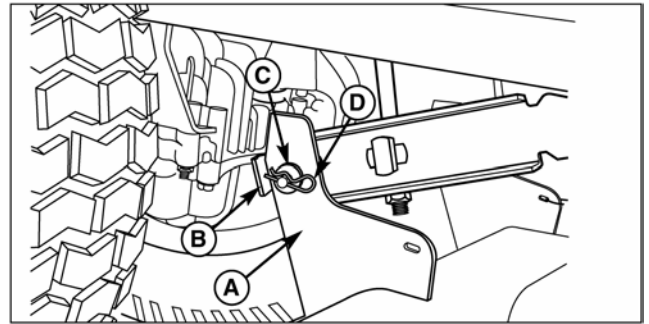

Рис. 4. Подъемный механизм (вид из-под правой стороны трактора)
4. Извлеките стопор (D, рис. 4) и шайбу (С). Отсоедините подъемный кронштейн (А) от кронштейна трактора (В). Установите шайбу (С) и стопор (D) на место во избежание утери.
4. Установите стопоры (D, рис. 4) и шайбы (С) в подъемный кронштейн деки (А) и трактора (В).